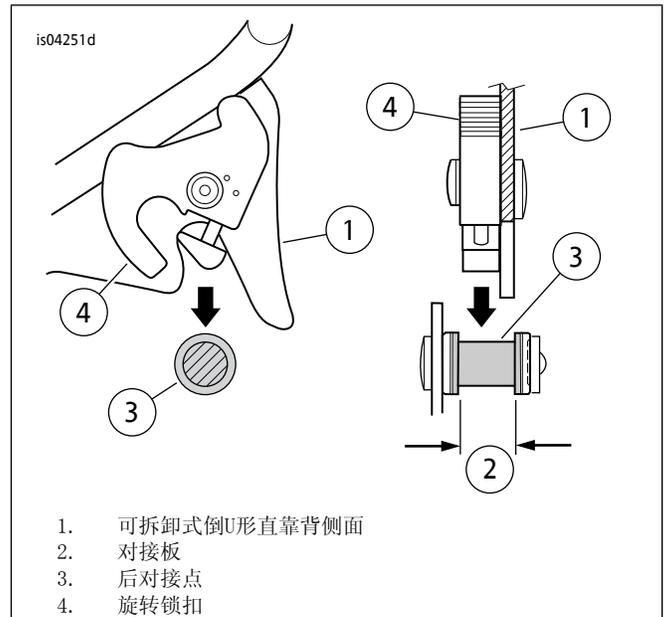
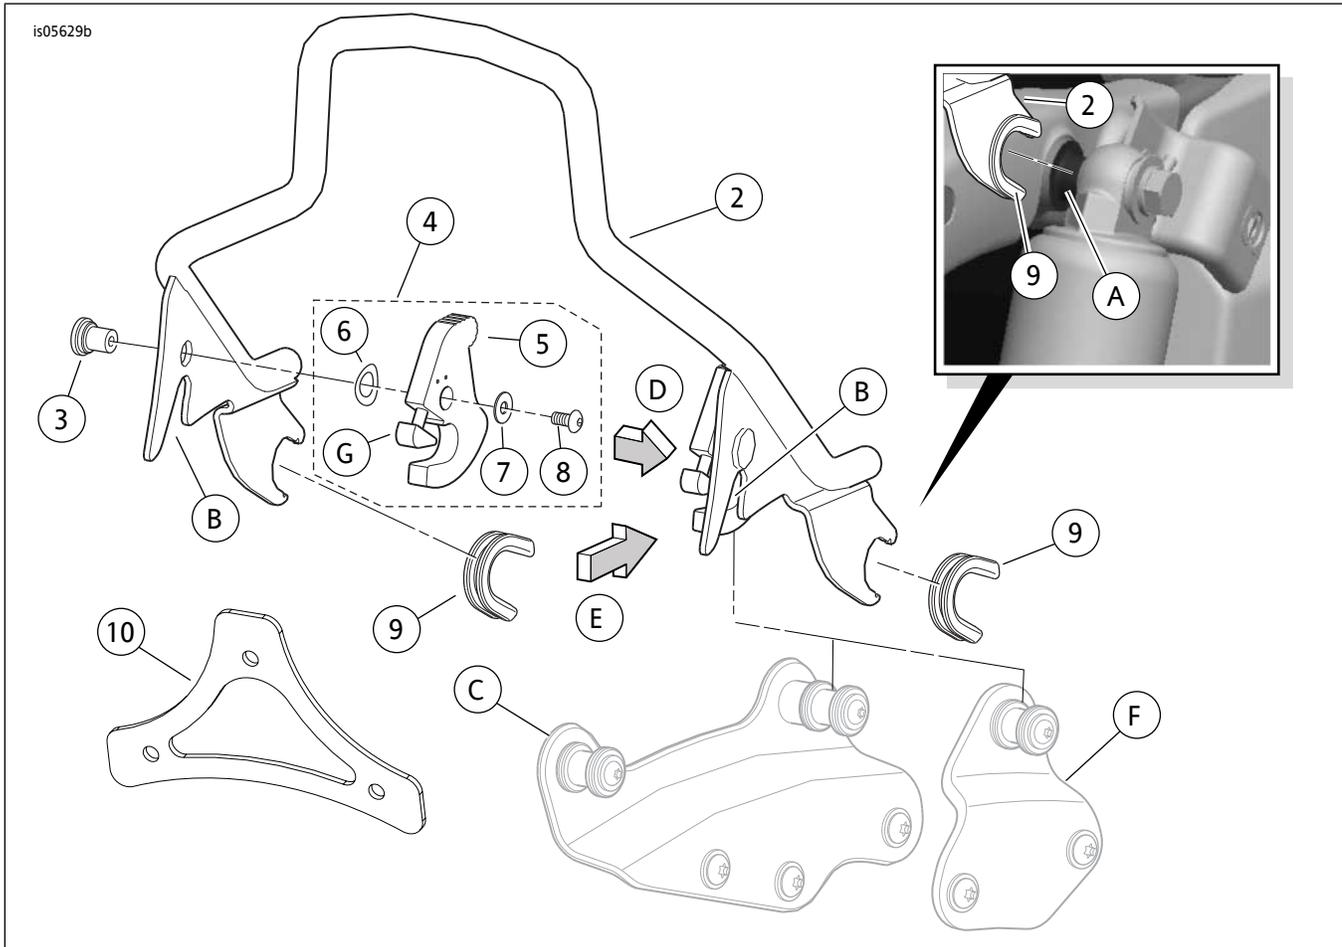

图1。在后对接点中正确对准锁扣：箭头(D)和(E)方向视图
图3。维修零件：哈雷戴维森可拆卸式旅行倒U形直靠背
参见图3和表1。
2. 参见图3。站在摩托车后方。将左侧和右侧直靠背的前槽口(衬套已安装到位)置于减震器上部底架内侧的对接点(A)之上。确保槽口衬套(9)完全进入减震器对接点到位。
3. 参见图3：箭头(D)和(E)以及图1。定位旋转锁扣(4)于后对接点(3)之上。检查确认直靠背侧面(1)和锁扣卡入后对接点卡槽，如图所示。这可能需要轻微挤压或伸展倒U形直靠背侧面。
*安装倒U形直靠背之后，检查确认倒U形杆是否固定牢靠。前后对接点必须完全接合。参见图1了解正确配合情况。
D	车辆右侧(图1观察方向)
E	车辆前方(图1观察方向)